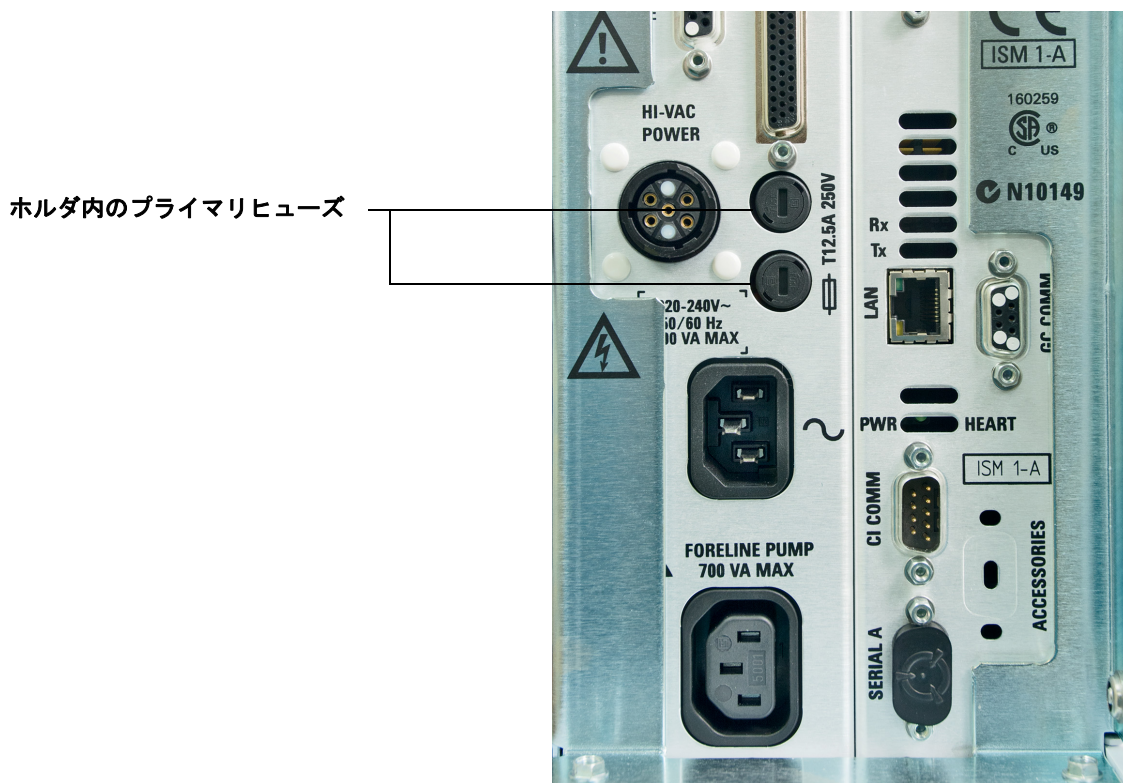

図2 プライマリヒューズ
- 2 どちらかのヒューズホルダ (31 ページ 図 2) を、ホルダが飛び出すまで反時計回りに回します。ヒューズホルダはバネで留められています。